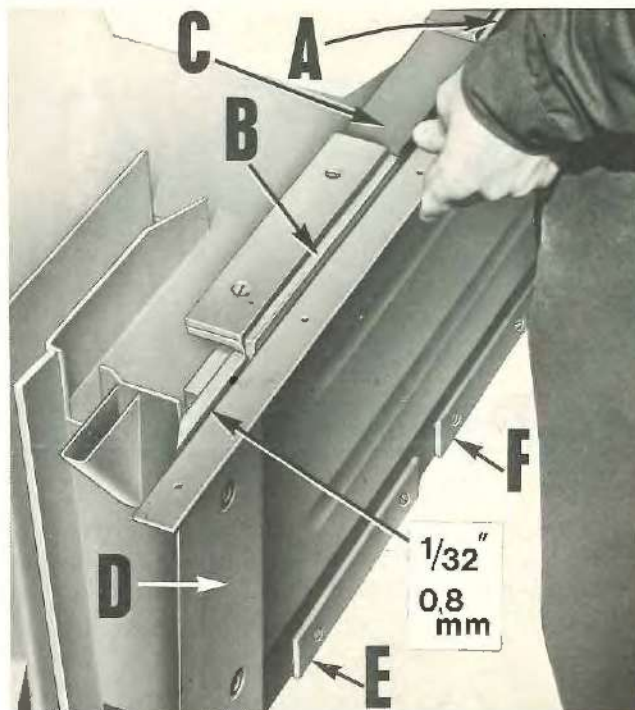

FIG.41
1. Placer une règle droite contre le bord des deux glissières latérales supérieures (A & B, Fig. 41). Si le réglage est correct, les glissières doivent dépasser d'environ 0,8 mm le couteau du piston (D, Fig. 41) comme montré à la Figure 41. Si le réglage est incorrect, placer des cales d'épaisseur entre le piston (C, Fig. 41) et les glissières latérales supérieures (A & B, Fig. 41).
2. Contrôler les deux glissières inférieures (E & F, Fig. 41) de manière similaire, et caler si nécessaire afin d'obtenir le dépassement de 0,8 mm.